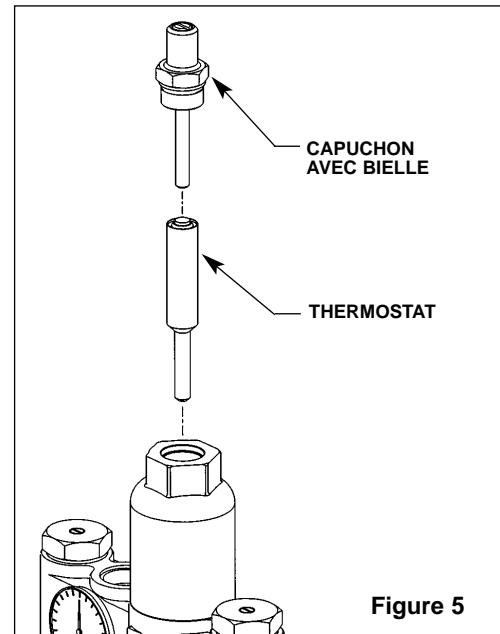

Figure 5
1. Enlever le capuchon du robinet et sortir la bielle, puis le thermostat (voir Figure 5). Si désiré, utiliser une pince à bec effilé pour enlever le thermostat du corps du robinet.
1. Enlever le chapeau, puis sortir la bielle et le thermostat (voir Figure 5, page 16).